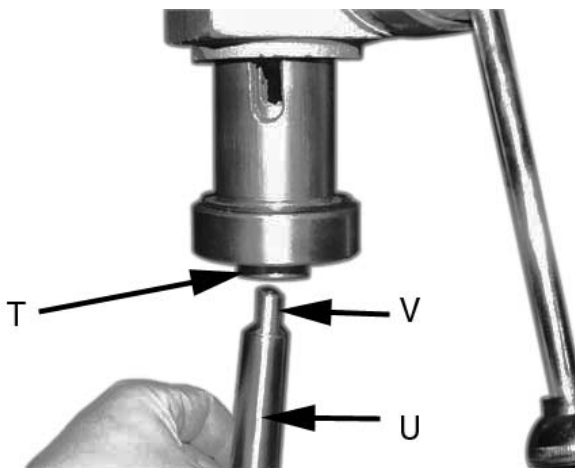

Abb. 3
Drücken Sie den Morsekonus (U) nach oben in die Spindel (T) und achten Sie darauf, daß der Dorn (V) im Schlitz im inneren der Pinole richtig einrastet. (siehe Abb. 3)